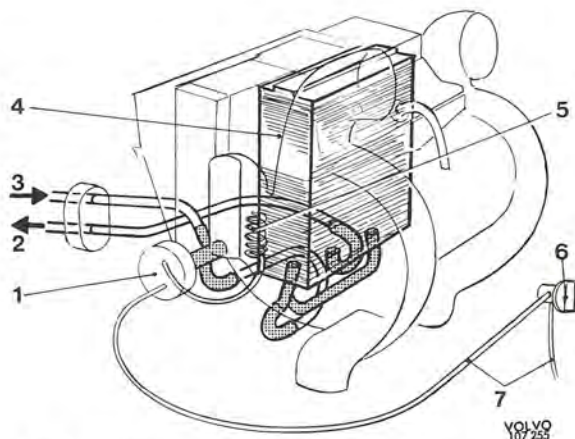

Bild 7. Vattensystem i kombinationsanläggning
Cellpaketets och värmekontrollventilens placering i centralenheten, samt vattenslangarnas dragning visas i bild 7. Värmekontrollventilens (1) funktion är densamma som för tid. utf. av värmeanläggning, och den regleras med en ratt (6) via en vajer. I de första vagnarna med kombinationsanläggning är ventilen vakuumstyrd.